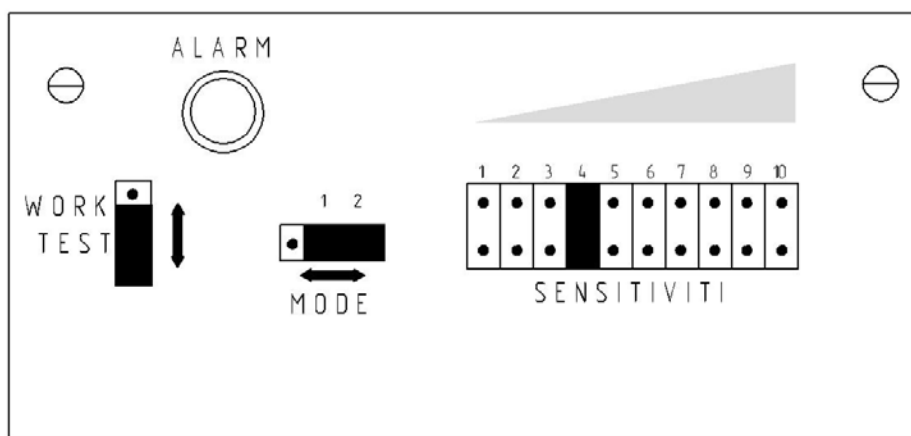

Рисунок 7.2. Органы настроек
- 7.2. Снять крышку приемника извещателя для доступа к органам настройки, расположенным в верхней части платы приемника рис. 7.2.